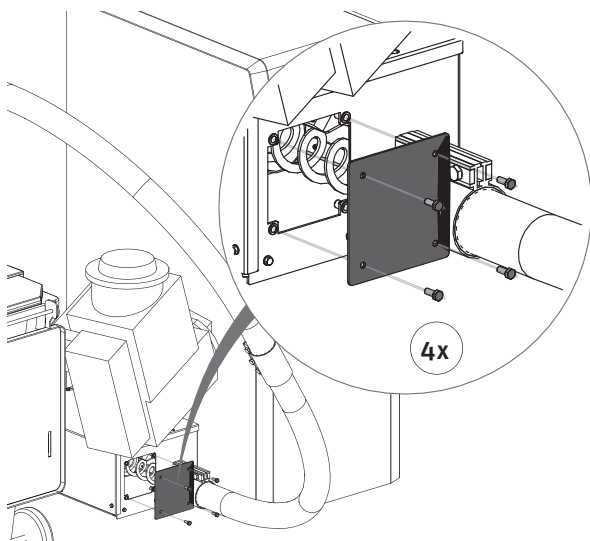
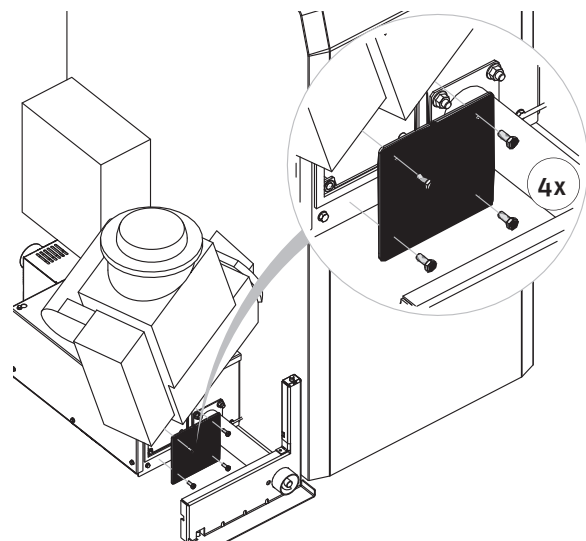

Fig. 76 Deckel entfernen und Ascheraum aussaugen
Fig. 77 Deckel entfernen und Ascheraum aussaugen
- ▶ Deckel bei Sammelbehälter abschrauben (4 Schrauben) und entfernen – Fig. 76, Fig. 77.